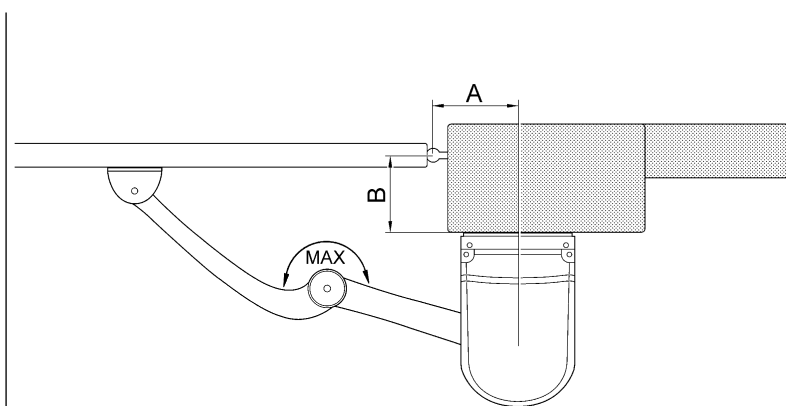

Fig. 5
2.3) Fixation (Fig. 5)
Fixer la patte de fixation du battant au portail, au point le plus éloigné possible de la colonne en allongeant au maximum les bras (Fig. 5). La patte est fixée au portail au moyen d'une soudure ou en utilisant des vis adaptées au matériau du battant.